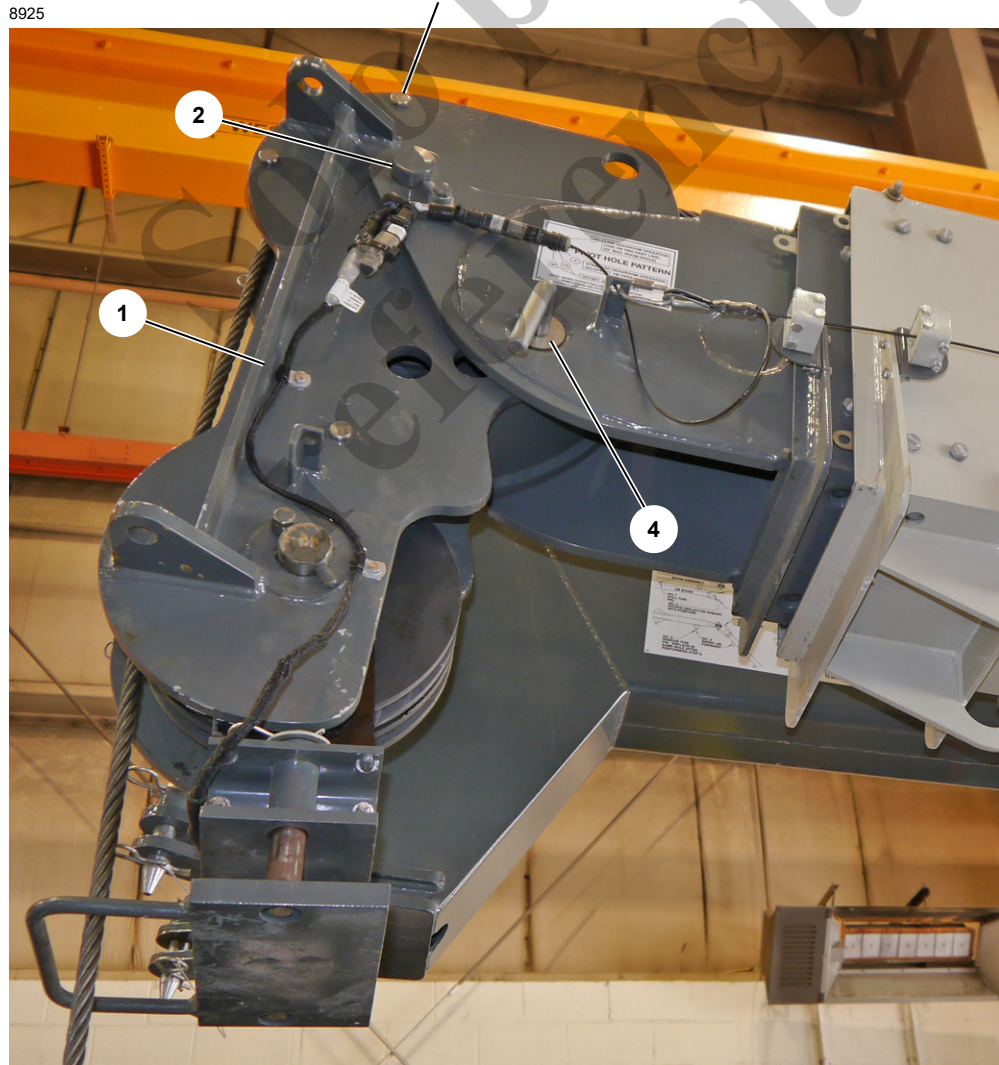

FIGURA 5-5
2. Fije la cabeza de la pluma con un pasador en la posición de 0°. Consulte la Figura 5-5 y Cambio de posición de cabeza de pluma (sin extensión) en la página 5-7.
2. Fije la cabeza de la pluma con un pasador en la posición de 0° (vea la Figura 5-5).
5. Conecte el cable eléctrico (5, Vista B) al conector (6) en la cabeza de la pluma.
La cabeza pivotante de la pluma puede ajustarse a los ángulos dados en la Vista A, Figura 5-5 y funcionar dentro de los límites especificados.
Consulte la Figura 5-5, Vista B para el procedimiento siguiente.